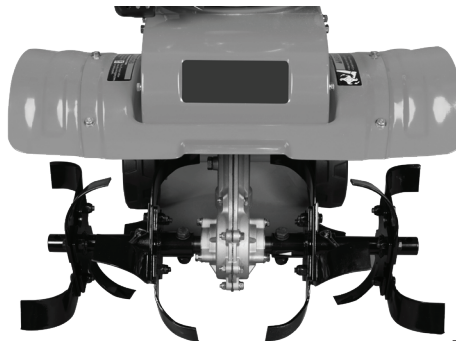

Figura 3
Instalar las azadas (Véase las Figura 3)
3. Insertar los pasadores de clavija para asegurar los dientes exteriores. Instalar los pasadores de clavija de manera que la clavija apunte del frente al fondo y el lazo del cable pivotee sobre la parte superior del eje. Asegurar expandiendo el lazo del cable pase sobre la clavija y se enganche en su extremo. (Véase las Figura 3)